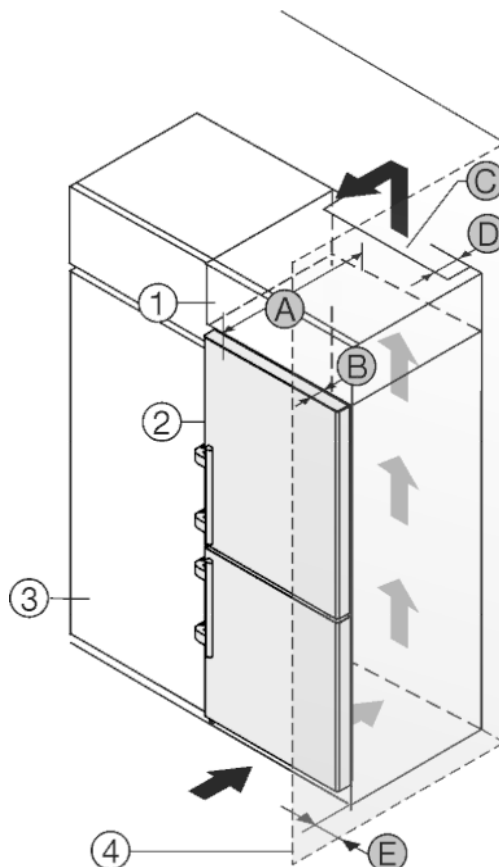

Fig. 12
Устройство может быть окружено кухонными шкафами. Чтобы уравнять устройство *Fig. 12 (2)* по высоте с кухонной стенкой, можно установить над устройством дополнительный шкафчик *Fig. 12 (1)*.
Установить устройство можно непосредственно рядом с кухонным шкафом *Fig. 12 (3)*. Чтобы можно было полностью открыть двери, устройство должно выступать на глубину *Fig. 12 (B)* относительно передней стенки кухонного шкафа. В зависимости от глубины кухонных шкафов и использования пристенных распорок устройство может выступать и больше.
- На задней стенке дополнительного шкафа должен быть вентиляционный канал с глубиной *Fig. 12 (D)* по всей ширине этого шкафа.
- Нужно соблюдать вентиляционное отверстие *Fig. 12 (C)* под нижней панелью.
Если устройство установлено на шарнирах у стены *Fig. 12 (4)*, то нужно соблюдать расстояние *Fig. 12 (E)* между устройством и стеной. Настолько выступает ручка при открытой дверце.